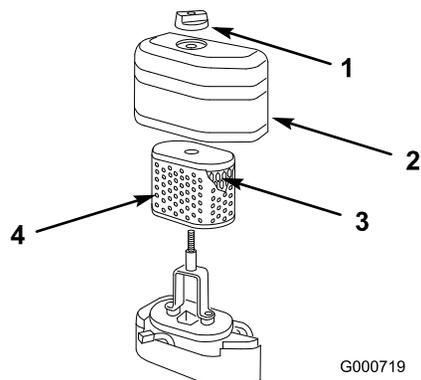

Figure 28
- Dévissez le bouton et déposez le couvercle du filtre à air (Figure 28).